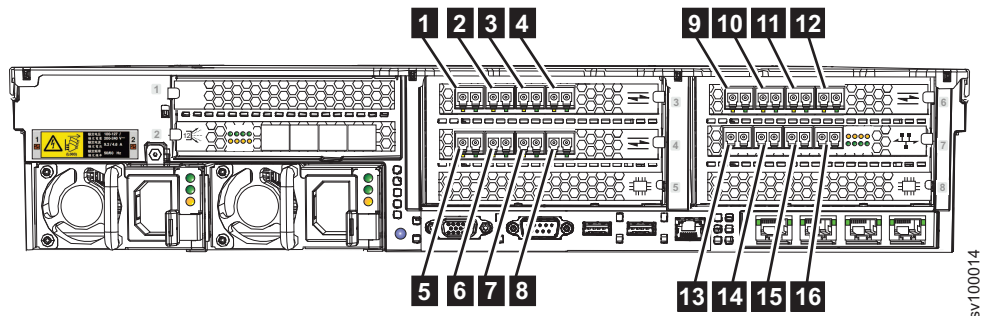

Abbildung 29. Fibre Channel-Ports
3. Optional: Wenn das Fibre Channel-Feature installiert ist, können Sie Fibre Channel-Kabel gemäß Ihrer Konfiguration mit den Fibre Channel-Ports verbinden. Abb. 29 zeigt ein Beispiel der Einheit mit 16-Gb/s-Fibre Channel-Adaptern, die in den Steckplätzen 3, 4 und 6 installiert sind. Ein optischer 10-Gb/s-Ethernet-Adapter wird für die FCoE-Kommunikation verwendet. Er ist in Steckplatz 7 installiert und stellt zusätzliche Fibre Channel-Ports bereit (FCoE = Fibre Channel over Ethernet).